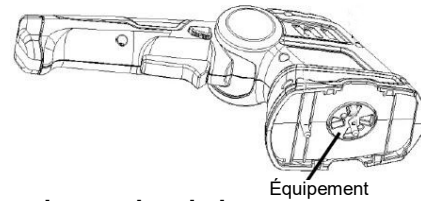

Fig. 2
2. Une fois la lame retirée, vous pourrez voir les roues dentées du réducteur (Fig. 2). Assurez-vous qu'aucune saleté ne pénètre dans le réducteur lors du changement de lame. Pour assembler, procédez dans l'ordre inverse.